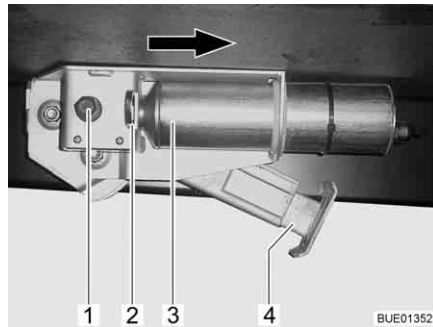

Fig. 31 Vérin stabilisateur électrique sur le véhicule
- Appuyer dans les 2 secondes sur la touche "Sortir le vérin stabilisateur" (Fig. 30,3) et la maintenir pressée jusqu'à ce que le pied d'appui (Fig. 31,4) repose sur le sol.
- Appuyer dans les 2 secondes sur la touche "Rentrer le vérin stabilisateur" (Fig. 30,1) et la maintenir pressée jusqu'à ce que le pied d'appui (Fig. 31,4) soit entièrement rentré. Un signal de contrôle retentit quand le vérin stabilisateur est entièrement rentré.
- Pincer le circlip (Fig. 31,2) vers l'intérieur.
- Déplacer le moteur (Fig. 31,3) jusqu'à la butée dans le sens de la flèche.
- Rentrer ou sortir le vérin stabilisateur comme un vérin mécanique avec la clé à six pans (Fig. 31,1).
Si le dysfonctionnement est éliminé : Pousser le moteur dans sa position initiale dans le sens inverse des flèches. Tirer le circlip (Fig. 31,2) jusqu'à la butée.